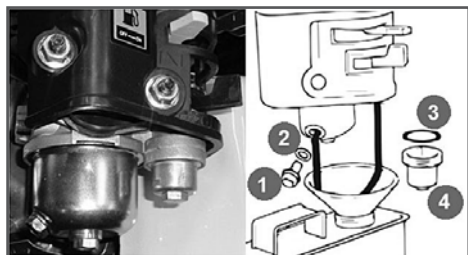

Рис.12 Обслуживание фильтра-отстойника карбюратора
3. Открутите болт сливного отверстия (1) и слейте топливо из поплавковой камеры карбюратора (Рис. 12).
- Открутите стакан отстойника (4), вылейте из него топливо в ранее подготовленную емкость.